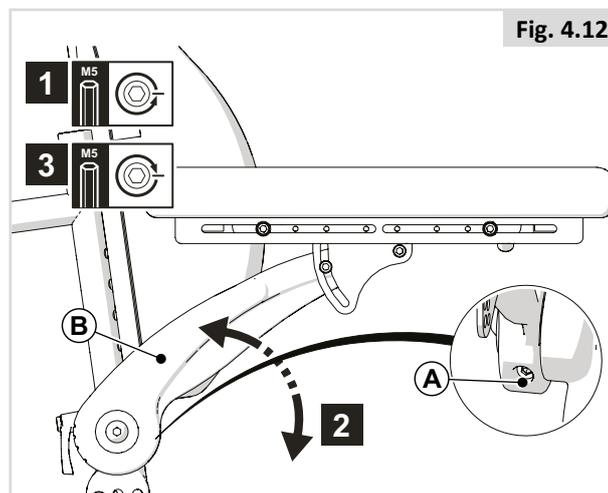

Fig. 4.12
PARTE 1 (Fig. 4.12)
Para alcanzar el tornillo trasero en las alturas más bajas del reposabrazos, afloje los tornillos (A) de la Fig. 4.12 y ajuste el ángulo del almohadillado.